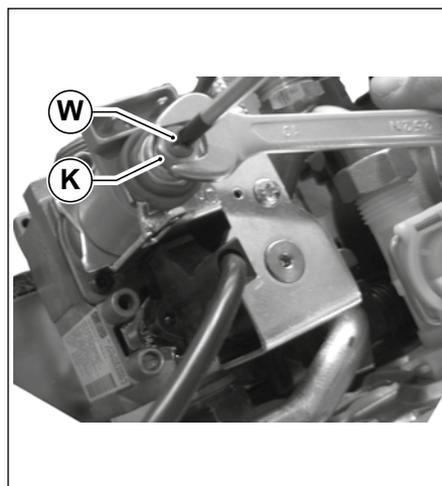

Fig. 31 Regolazione valvola gas
- Girando in senso ORARIO il dado **K** (vedi Fig. 31 Regolazione valvola gas) la pressione agli ugelli aumenta, girando in senso ANTIORARIO la pressione agli ugelli diminuisce.
- Per regolare il valore della pressione, tenendo bloccato il dado **K** con una chiave da 10 mm, girare la vite **W** in senso ORARIO per aumentare la pressione, in senso ANTIORARIO per diminuirla (vedi Fig. 31 Regolazione valvola gas).